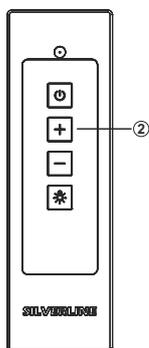

Fig. 23
1. ➤ Premere il tasto (+) sul telecomando per aumentare la rotazione del dispositivo (Fig. 23).